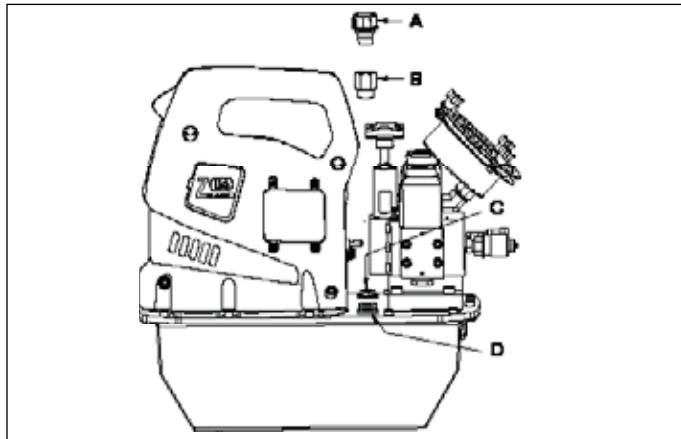
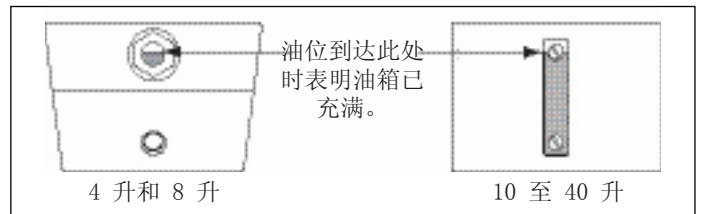

图 2 - ZU4 通气装置安装图
图 4 - 观察孔
4.1 油箱通气管帽 (见图 2)
启动前检查泵的油位，必要时，从盖板上拔掉 SAE #10 塞，然后给泵加油 (见图 2)。油位如图 4 所示时油箱满。